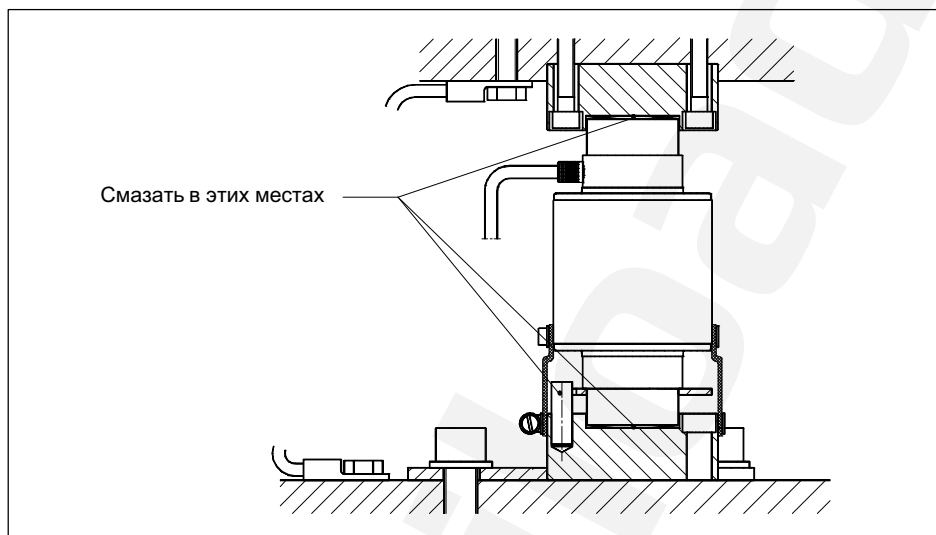

Рис. 6.2 Места смазки
- ▶ Для защиты от износа, загрязнения и коррозии обильно смажьте имеющейся в комплекте смазкой верхние и нижние устройства приложения нагрузки в нагрузочном гнезде, а также распорный штифт и стопор вращения на весовом тензодатчике (*Рис. 6.2*).